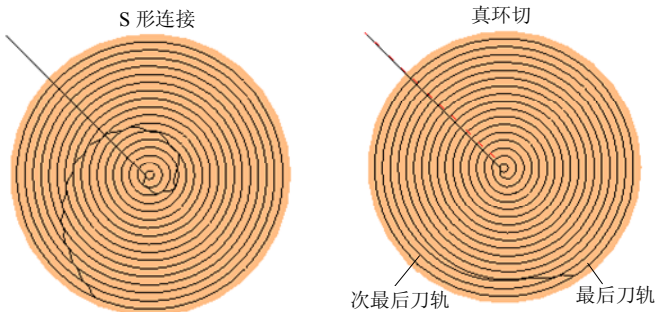

图 2-84 真环切
- 〔真环切〕: 普通环切在偏移刀轨之间是 S 形连接，如图 2-84 所示。真环切则是将所有偏移刀轨之间的连接取消(最后刀轨和次最后刀轨是原始刀轨，不能取消连接，这是为了保证最后加工质量)，形成一个没有任何连接的真正环切刀轨，如图 2-84 所示。真环切可以节省时间，如有可能，尽量采用。